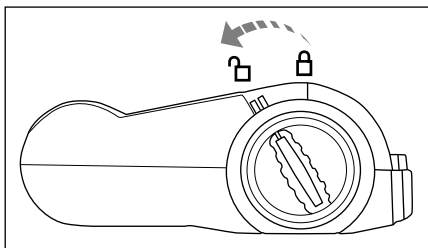

Fig. 7
- 2) Disimpegnare il rullo a spazzola **18** ruotando il dispositivo di sblocco del rullo a spazzola **17** verso il simbolo  (aperto) (fig. 7).